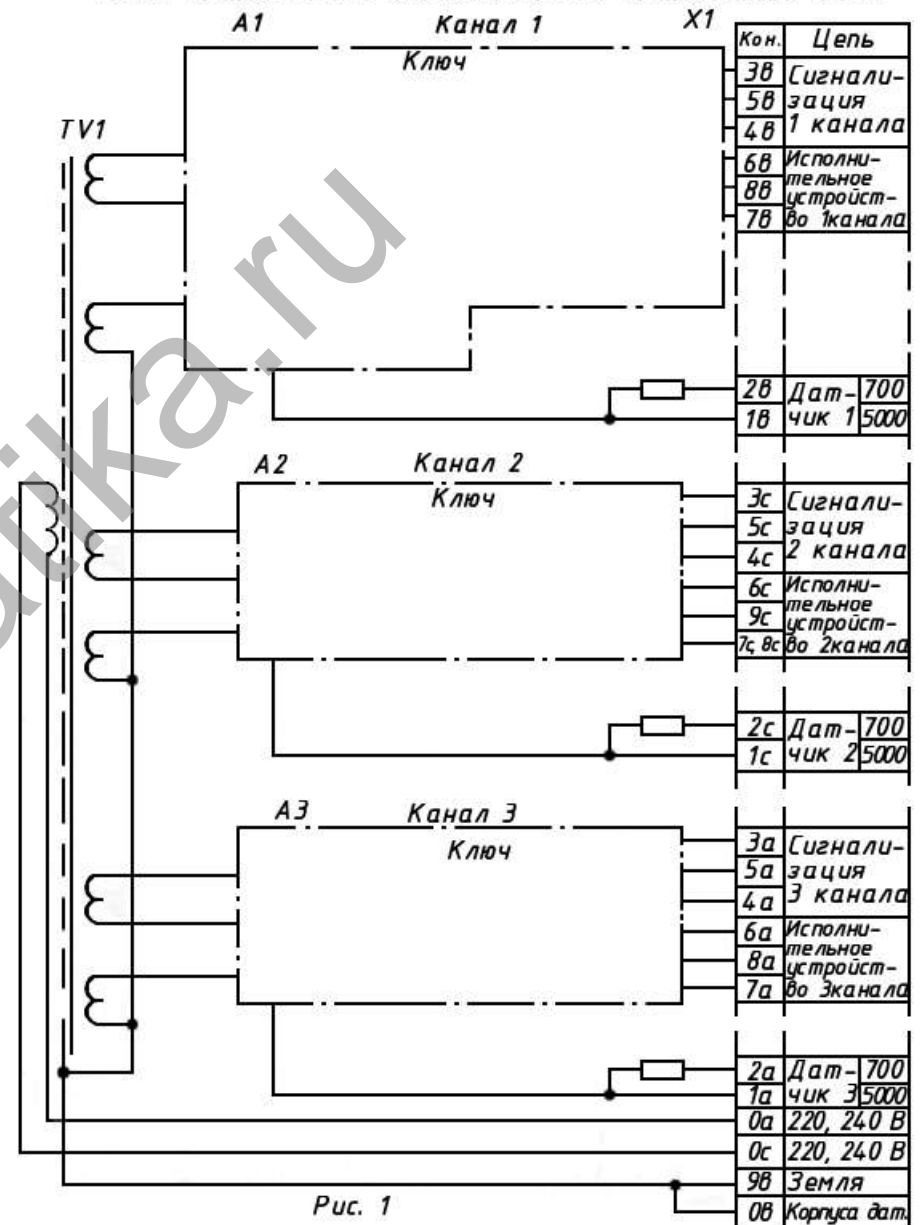

Рис. 1
5.2. Электрическая функциональная схема электронного блока (рис. 1) включает в себя: